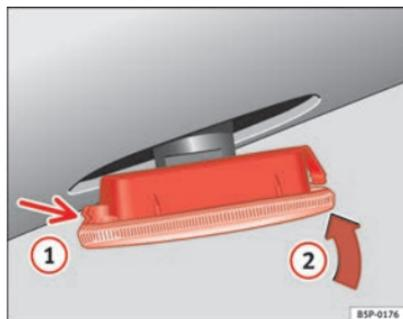

Abb. 150 Seitliche Blinker
- Setzen Sie den Blinker durch Einrasten der Halterungen **(1)** ⇒ Abb. 150 zuerst in die Aufnahme in der Karosserie und anschließend in Pfeilrichtung **(2)** ⇒ Abb. 150 ein. ■